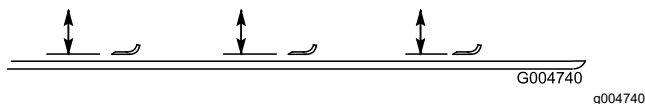

Figura 125
2. Rode a lâmina até que a extremidade fique virada para a frente e para trás e meça entre o interior da unidade de corte e a parte cortante na zona dianteira da lâmina (Figura 125).